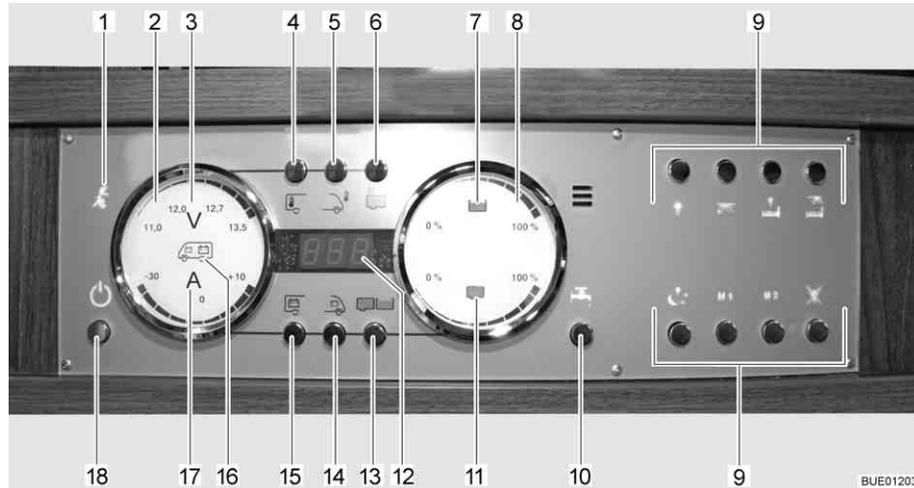

Fig. 131 Pannello di controllo LT 510
La spia di controllo a 230 V (Fig. 131,1) si accende quando all'ingresso della centralina elettrica è presente una tensione di rete.
L'interruttore principale a 12 V (Fig. 131,18) inserisce o disinserisce il pannello di controllo e l'alimentazione a 12 V dell'abitacolo.
- Premere brevemente il tasto dell'alimentazione a 12 V (Fig. 131,18). L'alimentazione a 12 V dell'abitacolo è inserita. L'indicatore di controllo "12 V" si accende.
- ▷ Se dopo l'accensione il LED "11,0" dell'indicazione dei Volt nonché il simbolo dei Volt "V" (Fig. 131,3) nell'indicatore delle batterie (Fig. 131,2) lampeggiano, significa che la tensione della batteria dell'abitacolo è insufficiente. Caricare la batteria.
- ▷ Se dopo l'accensione l'indicatore di controllo "12 V" e il simbolo dei Volt "V" (Fig. 131,3) lampeggiano tre volte, significa che la separazione della batteria è attivata. Disattivare la separazione della batteria.
- Premere brevemente il tasto dell'alimentazione a 12 V (Fig. 131,18). L'alimentazione a 12 V dell'abitacolo è disinserita. L'indicatore di controllo "Alimentazione a 12 V" si spegne.
- Premere il tasto della batteria dell'abitacolo (Fig. 131,15) e tenerlo premuto per ca. 10 secondi. Il simbolo dei Volt "V" (Fig. 131,3) e l'indicatore di controllo "12 V" lampeggiano tre volte. La batteria dell'abitacolo è separata dalla rete di bordo da 12 V.
- Premere il tasto "Alimentazione a 12 V" (Fig. 131,18) e tenerlo premuto per ca. 5 secondi. Il simbolo dei Volt "V" (Fig. 131,3) e l'indicatore di controllo "12 V" lampeggiano tre volte. La batteria dell'abitacolo è collegata alla rete di bordo a 12 V. L'indicatore di controllo si accende dopo ca. 5 secondi.
- Premere il tasto della batteria dell'abitacolo (Fig. 131,15). Il simbolo dei Volt "V" (Fig. 131,3) si accende. Il simbolo degli Ampere "A" (Fig. 131,17) si accende con luce bianca o rossa a seconda del livello di carica o scarica delle batterie. La tensione della batteria e la corrente della batteria dell'abitacolo sono indicate dai LED sul pannello di controllo.
- Premere il tasto della batteria di avviamento (Fig. 131,14). Il simbolo dei Volt "V" (Fig. 131,3) si accende. La tensione della batteria della batteria di avviamento viene indicata attraverso i LED nell'indicatore.
- Premere il tasto dei serbatoi (Fig. 131,13). I simboli del serbatoio dell'acqua (Fig. 131,7) e del serbatoio delle acque grigie (Fig. 131,11) si accendono. I livelli di riempimento del serbatoio dell'acqua (scala superiore) e del serbatoio delle acque grigie (scala inferiore) sono indicati dai LED nell'indicatore.
Il simbolo del serbatoio dell'acqua (Fig. 131,7) o il simbolo del serbatoio delle acque grigie (Fig. 131,11) lampeggia se il serbatoio dell'acqua è vuoto o il serbatoio delle acque grigie è pieno.